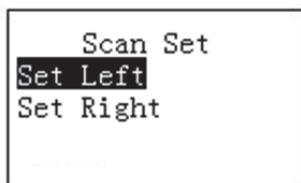

Figure 3-4
- a) Sélectionnez Définir (Set) et cliquez sur [Valider] ([ENTER]). L'interface s'affiche comme illustrée dans la Figure 3-4.